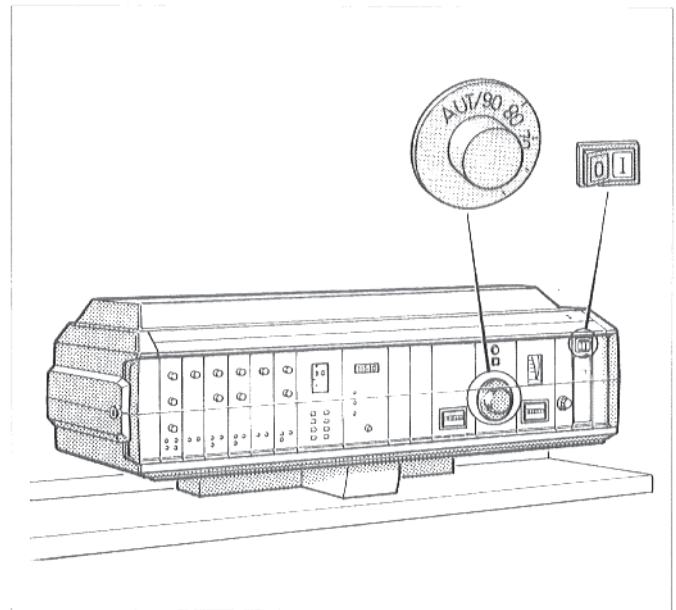

Рис. 5. Регулятор; отключение газовой горелки
- Установить переключатель режима работы (рис. 5) обоих регуляторов на поз. 0 (ВЫКЛ.).
Установить переключатель режима работы (рис. 5) у 2 блока котла на поз. 0 (ВЫКЛ.).